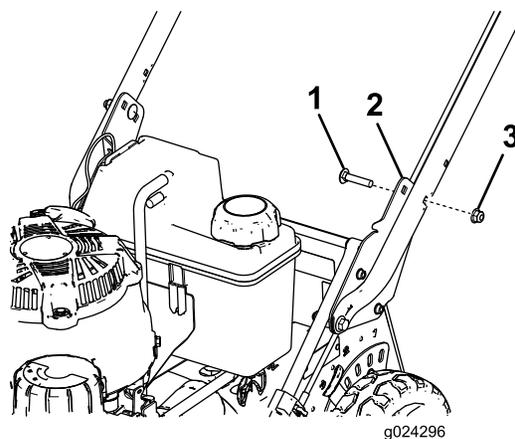

**Figure 5**
- Tenez-vous à la position d'utilisation pour déterminer la hauteur du guidon qui vous convient le mieux (Figure 5).